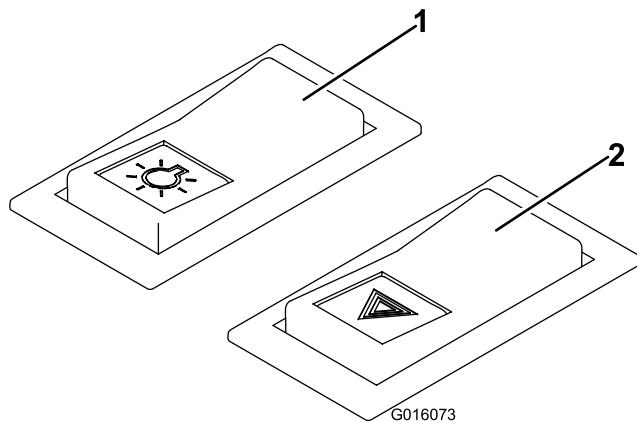

Figure 20
- L'interrupteur des feux de détresse commande les feux de détresse et fonctionne contact coupé ou établi (Figure 20).
- L'interrupteur général d'éclairage commande les feux avant, arrière et les phares. Il fonctionne uniquement lorsque le contact est établi (Figure 20).